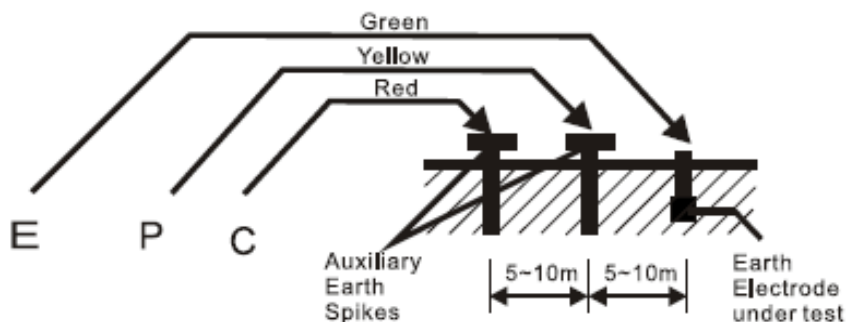

Fig.1
- a. Connectez les câbles d'essai vert, jaune et rouge aux terminaux de l'instrument E, P et C avec les pointes de terre P1, C1 introduites dans la terre "EN LÍNEA RECTA" (Fig.1)
\* Suivez la connexion adéquate comme sur la Fig.1.